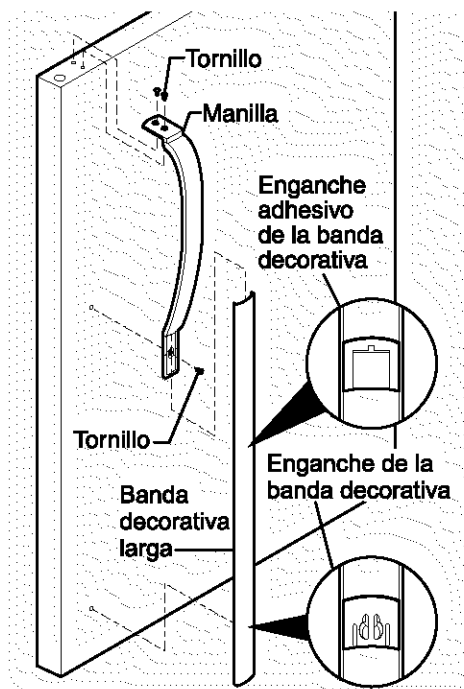
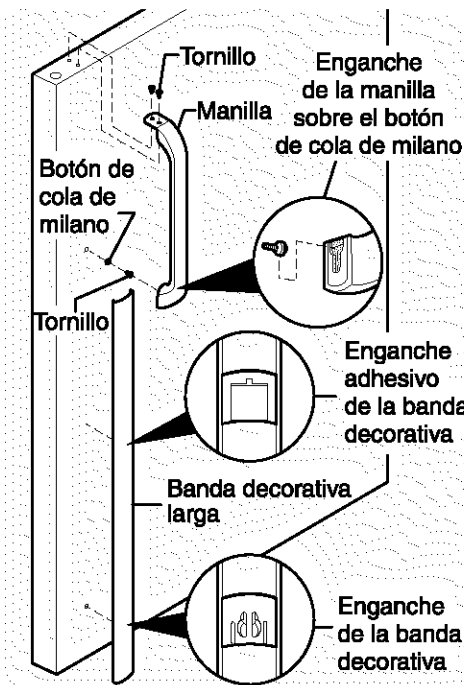

Figura 1
Figura 2
7. Enrolle el exceso de la tubería de suministro de agua (aproximadamente 2½ vueltas) detrás del refrigerador, como se muestra en la figura 1, y arregle la tubería enrollada de manera tal que no vibre o se desgaste por el roce con otra superficie.
En ciertos modelos, la puerta del refrigerador tiene una banda decorativa larga que se extiende desde la parte inferior de la manilla hasta la parte inferior de la puerta. La parte superior de la banda está sujeta al soporte de la manilla (figura 1) o encaja debajo de la base de la manilla (figura 2). En la mitad de la banda hay un "enganche adhesivo". La parte inferior de la banda decorativa se mantiene fija en su lugar mediante un enganche adhesivo o un enganche de dos clavijas que se introducen en un orificio en la parte delantera de la puerta.
##### Manillas del tipo mostrado en la figura 1
##### Manillas del tipo mostrado en la figura 2